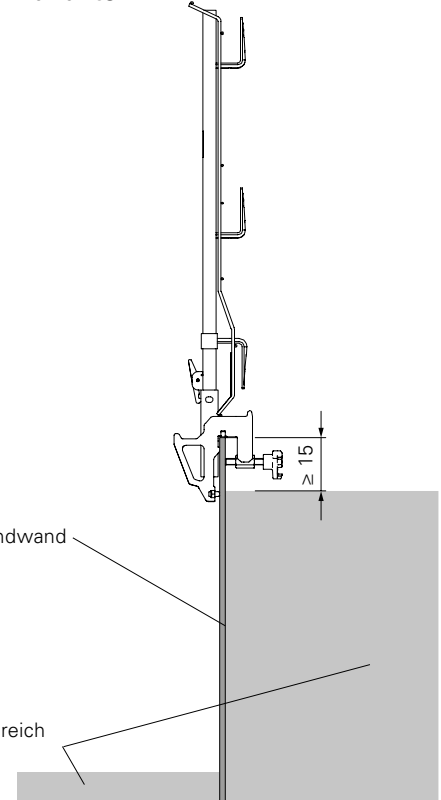

Abb. A2.12
1. Dreiflügelmutter (**4b**) in Richtung der höheren Ebene montieren. (Abb. A2.12)